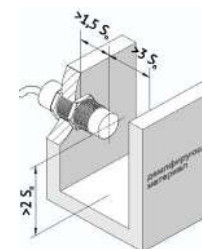

Рисунок 4 - Минимальные расстояния до металлических и демпфирующих объектов при установке неутопливаемых емкостных выключателей
5.3 Металлы и материалы с высокой диэлектрической проницаемостью (например, вода) обладают сильным демпфирующим действием, поэтому, если регулировкой чувствительности исключить их влияние невозможно, необходимо обеспечить свободную область вблизи активной поверхности выключателя согласно Рис.4.